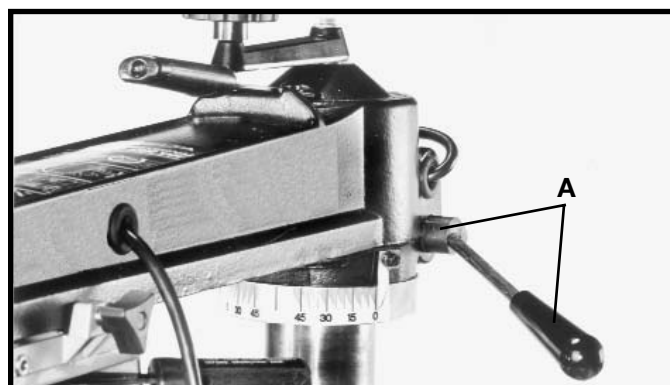
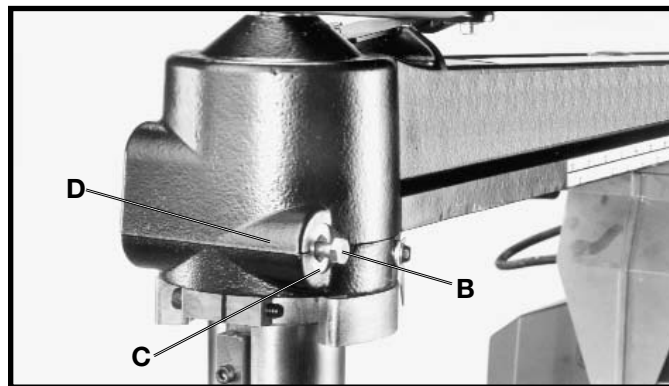
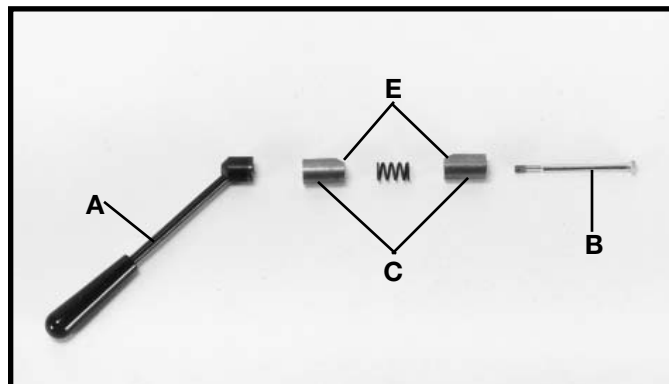

Fig. 66
Fig. 67
Fig. 68
Cuando la agarradera de abrazadera del brazo guía (A) Fig. 66 no queda encerrada en una posición conveniente, se le puede reposicionar en la siguiente manera:
2. Afloje y quite la palanca de abrazadera del brazo guía (A) Fig. 66 y empuje el perno hexagonal (B) Fig. 67 nuevamente a través del agujero hasta que la cabeza del perno sobresalga del buje embutido (C) como se ilustra aquí. **AVISO: El roscado de la palanca de abrazadera del brazo guía es hacia la izquierda.**
3. Gire el perno hexagonal (B) Fig. 67 en la dirección deseada en la que debe girarse la abrazadera.
4. Empuje el perno hexagonal (B) Fig. 67 nuevamente a través del agujero. Asegúrese de que la cabeza del perno hexagonal quede correctamente asentada dentro del buje embutido (C) y vuelva a ensamblar la palanca de abrazadera del brazo guía. **AVISO: Si la palanca de abrazadera del brazo guía (A) Fig. 66 se aprieta antes de aproximadamente cuatro vueltas, es posible que los bujes de abrazadera, de los cuales aparece uno en (C) Fig. 67, pueden haber girado. Estos bujes deben estar asentados por completo dentro de la pista interior (D) conforme a lo ilustrado. Si no lo están, afloje la palanca de abrazadera (A) Fig. 66 y gire el buje de abrazadera (C) Fig. 67 hasta dejarlo correctamente asentado sobre la pista (D) conforme a lo ilustrado. También puede resultar necesario girar el buje sobre el lado de la palanca de abrazadera. La Fig. 68 ilustra el ensamblado de la palanca de abrazadera del brazo guía desmontado para propósitos ilustrativos solamente. Las partes planas (E) Fig. 68 en los bujes de abrazadera (C) deben apuntar hacia la parte delantera de la sierra. **AVISO: La palanca de abrazadera (A) Fig. 68 comenzará a enroscarse en una de dos posiciones. Si luego de realizar el ajuste, la palanca de abrazadera (A) se aprieta a 180 grados de donde se desea, lentamente destornille la palanca de abrazadera (A) mientras que sujeta el perno hexagonal (B). Cuando la palanca de abrazadera (A) se salga del perno hexagonal (B), gire la palanca de abrazadera (A) 180 grados. Luego comience a apretar la palanca de abrazadera (A).****